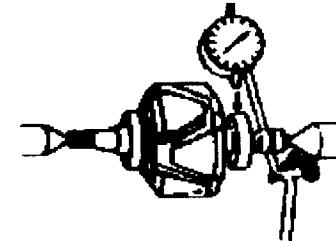

图 1-5
3) 转子铁心及转子轴检查。转子铁心不得有松动现象。转子轴直线度的检查如图 1-5 所示。轴外圆与滑环对其轴线的径向跳动应  $\leq 0.10\text{mm}$ ，否则应进行校正。